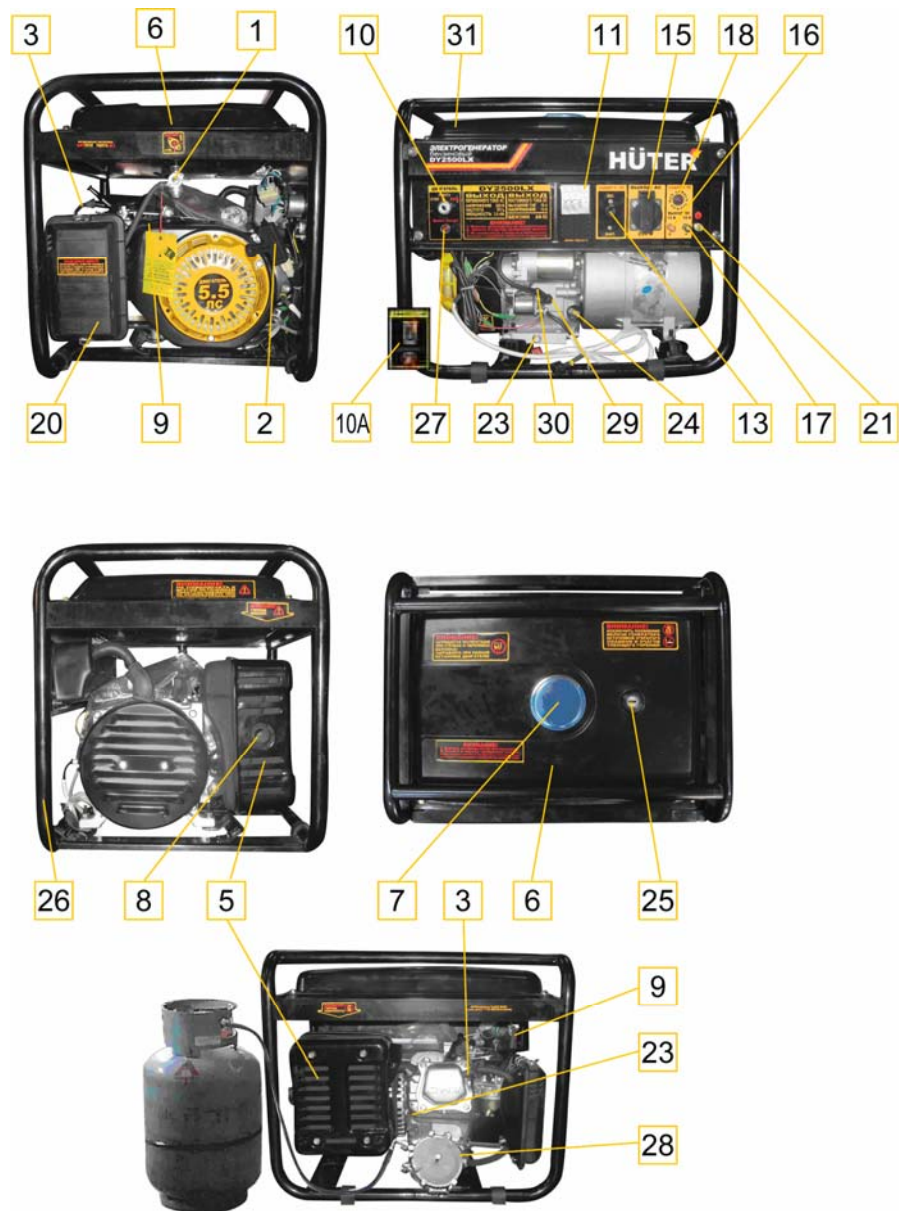

Рис. 1.
4.1. Перечень составных частей изделия (рис. 1).
5.3.1. Вывинтить щуп поз. 24 (рис. 1) и залить в картер масло соответствующего типа (таблица 2 п. 8) до нижнего края горловины. Вставить чистый сухой щуп в горловину картера и вынуть его. Проверить уровень масла: граница смоченной области щупа должна располагаться между отметками минимального и максимального уровней.
При установке генератора следует подключить к резьбовой клемме поз. 21 (рис. 1) проводник заземляющего устройства, удовлетворяющего требованиям раздела 10: «Обеспечение требований безопасности».
5.5.1. В качестве топлива используется бензин марки АИ-92, а также бытовой сжиженный баллонный газ: пропан и пропан бутан, в случае установки газовой системы питания поз. 28 (рис. 1), см. также рис. 11.
5.6.1. Отключить все потребители переменного тока от генератора, переведя рычаг автоматического выключателя поз. 13 (рис. 1) в отключенное положение «0», отсоединить потребители постоянного тока от клемм поз. 16, 17 (рис. 1).
5.6.2. При использовании бензина открыть топливный кран поз. 1 (рис. 1) при закрытом вентиле газового баллона, см. также рис. 3, или открыть вентиль газового баллона при закрытом топливном кране поз. 1 (рис. 1) в случае использования газа.
5.6.3. При использовании бензина перевести рычаг управления воздушной заслонкой поз. 9 (рис. 1) в крайнее левое положение при пуске холодного двигателя и в промежуточное положение при пуске прогретого двигателя. При использовании газа нажать на несколько секунд кнопку в центре регулятора поз. 1 (рис. 11) для заполнения впускной трубы газом, затем отпустить кнопку.
5.6.4. Перевести выключатель двигателя поз. 10 (рис. 1) в отключенное положение «0».
5.6.5. Плавно вытянуть до упора трос ручного стартера за ручку поз. 2 (рис. 1) и вернуть в исходное положение см. также рис. 2.
5.6.6. Перевести выключатель двигателя поз. 10 (рис. 1) во включенное положение «1».
Включение электрического стартера производится поворотом ключа выключателя поз.10 (рис.1) в крайнее правое положение «пуск». Сразу после пуска двигателя отпустить ключ для обеспечения его самовозврата в среднее поло-
жение. При срабатывании защиты поз.31 (рис.1) нажать сброс после остывания автоматического выключателя.
5.6.8. При работе на бензине после прогрева двигателя в течение времени около 10–40 секунд, в зависимости от начальной температуры, перевести рычаг заслонки поз. 9 (рис. 1) в крайнее правое положение, если при этом двигатель работает неустойчиво вернуть рычаг заслонки поз. 9 в прежнее положение и обеспечить завершение прогрева.
5.6.9. Подключить к разъемам генератора потребители, соответствующие требованиям раздела 10: «Обеспечение требований безопасности». Полная (сумма активной и реактивной) мощность всех подключаемых потребителей в стационарном режиме не должна превышать значений номинальной мощности, указанных в Таблице 1 п. 3. Не допускается длительное превышение номинальной мощности более, чем на 10% свыше номинального значения. Включить автоматический выключатель поз. 13 (рис. 1), установив его рычаг управления в положение «1».
5.7.1. При работающем генераторе отключить автоматический выключатель поз. 13 (рис. 1), отсоединить потребители постоянного тока от клемм поз. 16, 17 (рис. 1).
5.7.2. Перевести выключатель двигателя поз. 10 (рис. 1) в отключенное положение «0».
5.7.3. Закрыть топливный кран поз. 1 (рис. 1), см. также рис. 4, закрыть вентиль газового баллона.
6.1. Наличие и величина напряжения переменного тока индицируется и измеряется вольтметром поз. 11 (рис. 1).
6.2. Причиной отсутствия напряжения при работающем генераторе может служить срабатывание автоматических выключателей защиты цепей от перегрузки поз. 13, 18 (рис. 1). В этом случае следует устранить причину перегрузки и нажать кнопку или клавишу сброса соответствующего автоматического выключателя после его остывания.